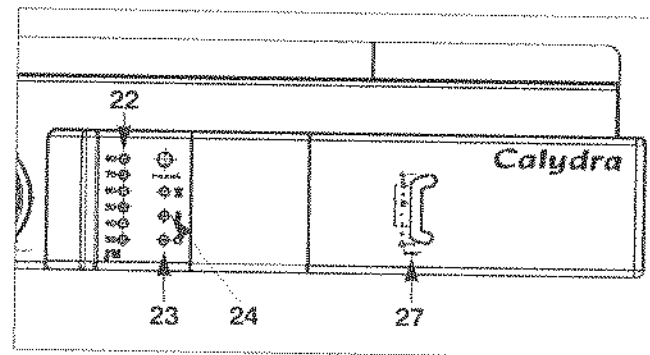

Fig. 24
- Placez le commutateur "19" (fig. 23) en position «  » voyant vert "23" allumé ; le voyant orange "24" (fig. 24) s'allume chaque fois que le brûleur entre en fonction.
L'indicateur "22"  (fig. 24) affiche cette température.
- Placez le commutateur "19" en position arrêt « » (extinction du voyant vert "23" (fig. 24).